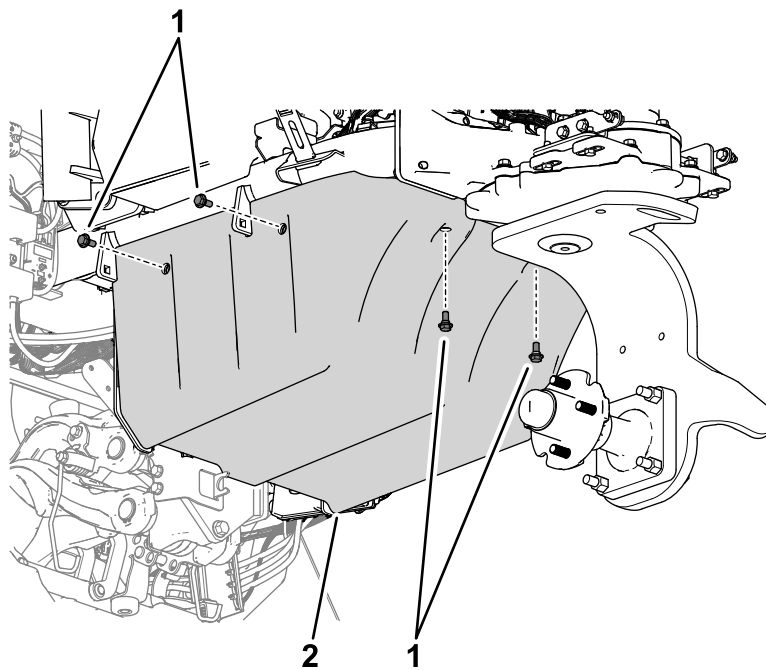

Figur 32
1. Monter seks hastighetsmuttere på tappene på den øvre monteringsplaten og den nedre monteringsplaten (Figur 32).